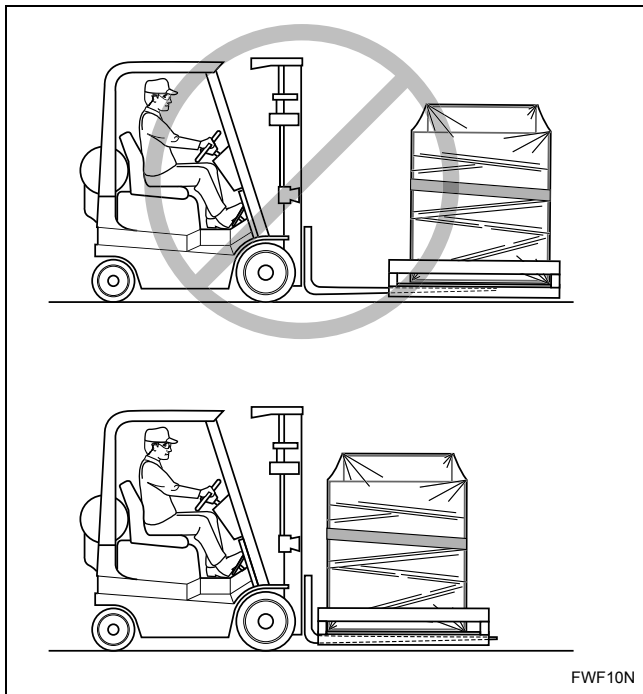

Abbildung 3
2. Die Gabeln des Gabelstaplers auf die maximale Länge und Breite einstellen und bis zum Anschlag unter der Palettenmitte einführen. Siehe *Abbildung 3*.